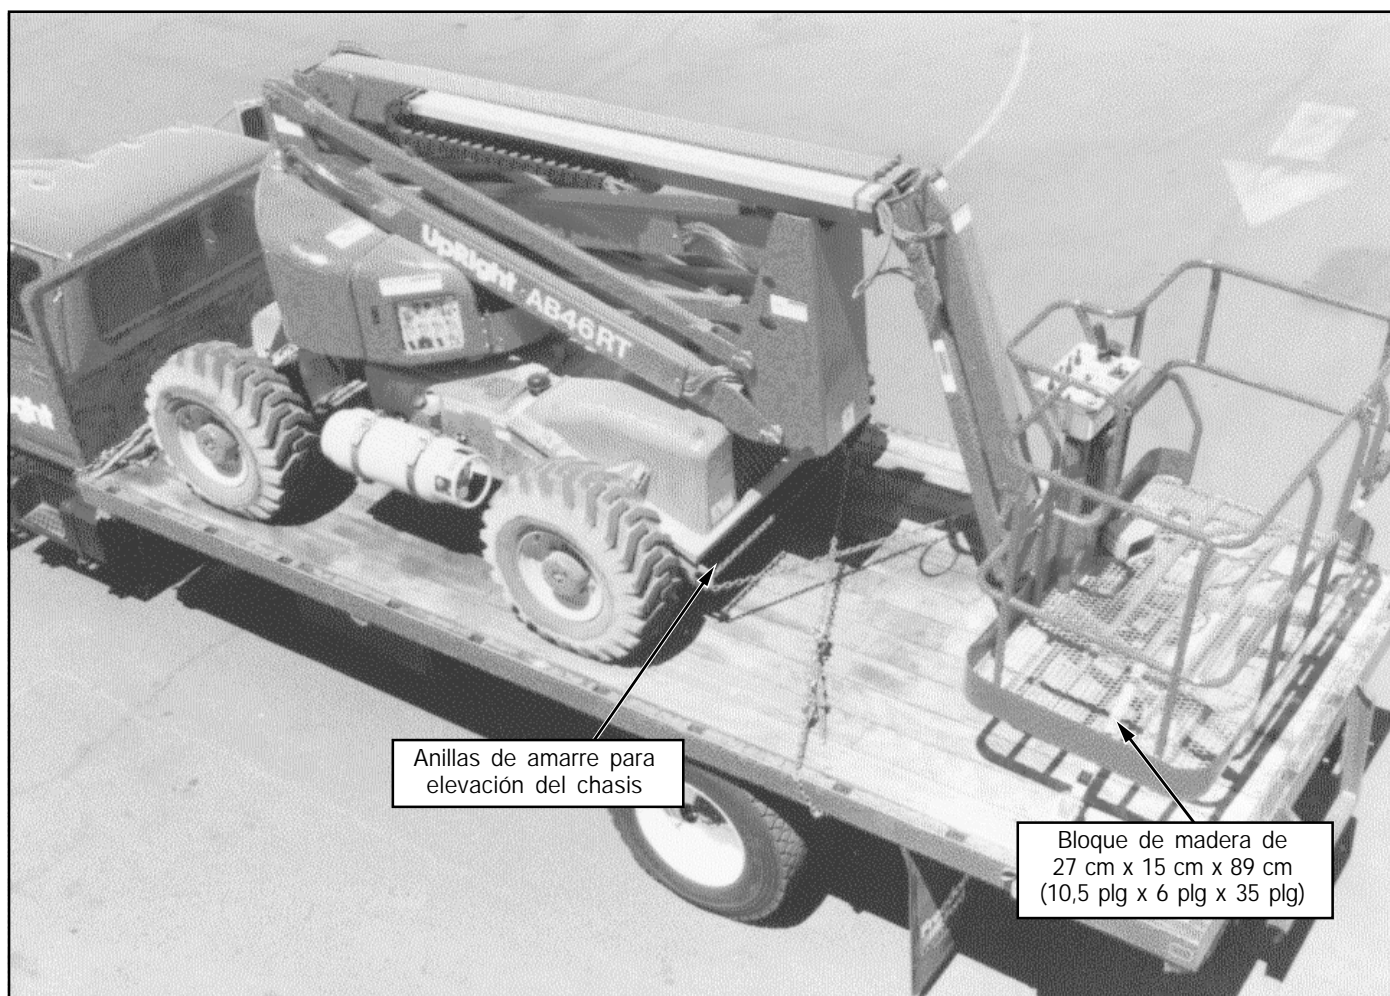

Figura 7: Cómo asegurar la máquina para el traslado
6. Colocar un bloque de madera de 27 cm x 15 cm x 89 cm (10,5 plg x 6 plg x 35 plg) debajo de las barras de apoyo de la plataforma como se muestra en la figura 7.